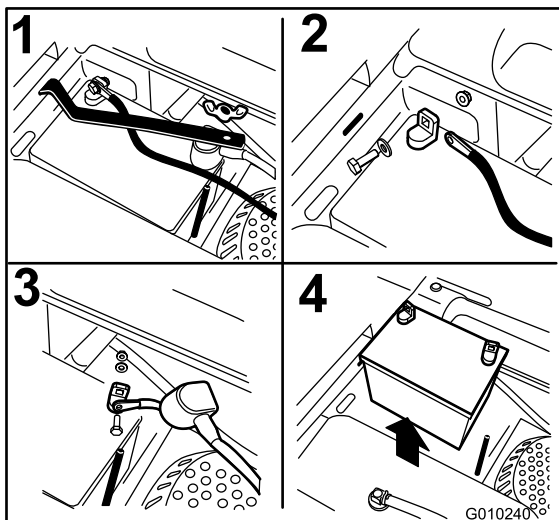

Figura 42
3. Retire la tuerca de orejeta que sujeta la abrazadera de la batería (Figura 42).
4. Primero desconecte el cable negativo (negro) del borne negativo (-) (negro) de la batería (Figura 42).
5. Retire la cubierta de goma roja del borne positivo (rojo) de la batería y retire el cable positivo (+) (rojo) (Figura 42).
6. Retire la abrazadera (Figura 42).
1. Coloque la batería en la bandeja, con los bornes frente al depósito de aceite hidráulico (Figura 42).
4. Fije los cables con 2 pernos, 2 arandelas, y 2 contratuercas (Figura 42).
6. Instale la abrazadera y sujétela con la tuerca de orejeta (Figura 42).